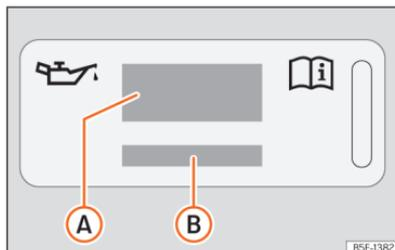

Fig. 182 No compartimento do motor: etiqueta de óleo do motor
Legenda da >>> **Fig. 182:**
Se tiver de adicionar óleo do motor, utilize um dos óleos indicados na etiqueta >>> **Fig. 182**. A etiqueta com a norma prescrita encontra-se na parte da frente do compartimento do motor
- Se faltar a etiqueta com a especificação do óleo do motor »» **Fig. 182**, contacte uma oficina especializada.